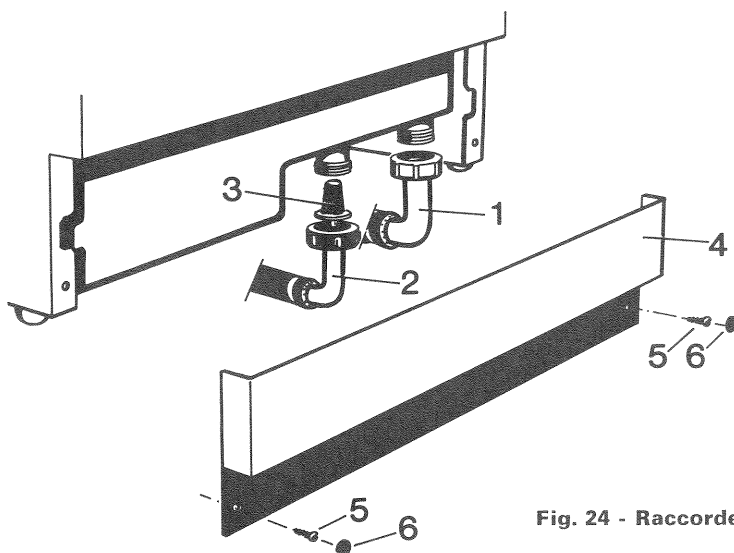

Fig. 24 - Raccordements
Le tuyau d'évacuation (1) fig. 24, ne doit pas être plié. Il peut être raccourci ou remplacé par un tuyau plus long (maximum 4 m).
Coupez le courant en retirant la fiche de la prise de courant, ou en actionnant le disjoncteur. Fermez le robinet d'eau. Dévissez les vis de fixation de la table de travail et démontez le panneau bas (4) fig. 24. Dévissez les raccords de branchement de l'arrivée (2) et de l'évacuation (1) de l'eau. (Posez un torchon sous ces raccords pour recueillir l'eau d'écoulement). Le lave-vaisselle peut maintenant être retiré de son logement. Lors de la remise en place, disposez les tuyaux souples de telle façon que leur orifice de raccordement soit dirigé vers le haut. Si nécessaire, desserrez le collier du tuyau d'évacuation pour orienter celui-ci vers le haut. Vous pouvez fixer les deux tuyaux souples avec une bande adhésive au plancher pour éviter de les déplacer en repoussant la machine dans son logement.